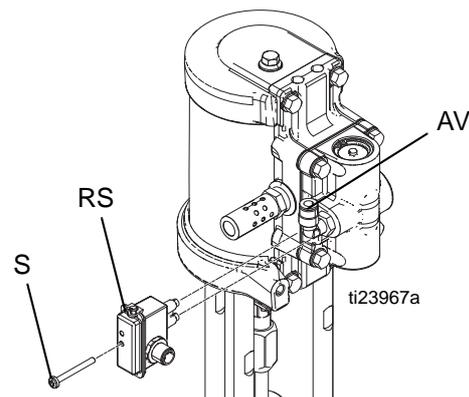

FIG. 5: Rimozione del gruppo dell'interruttore a lame e della linea dell'aria
3. **Per i motori con DataTrak:** Vedere FIG. 5. Rimuovere la vite (S) per scollegare l'interruttore a lame (RS) dalla valvola pneumatica (AV).
1. **Per i motori con DataTrak:** Rimuovere la vite per scollegare l'interruttore a lame dalla valvola pneumatica. Vedere FIG. 5, pagina 13.